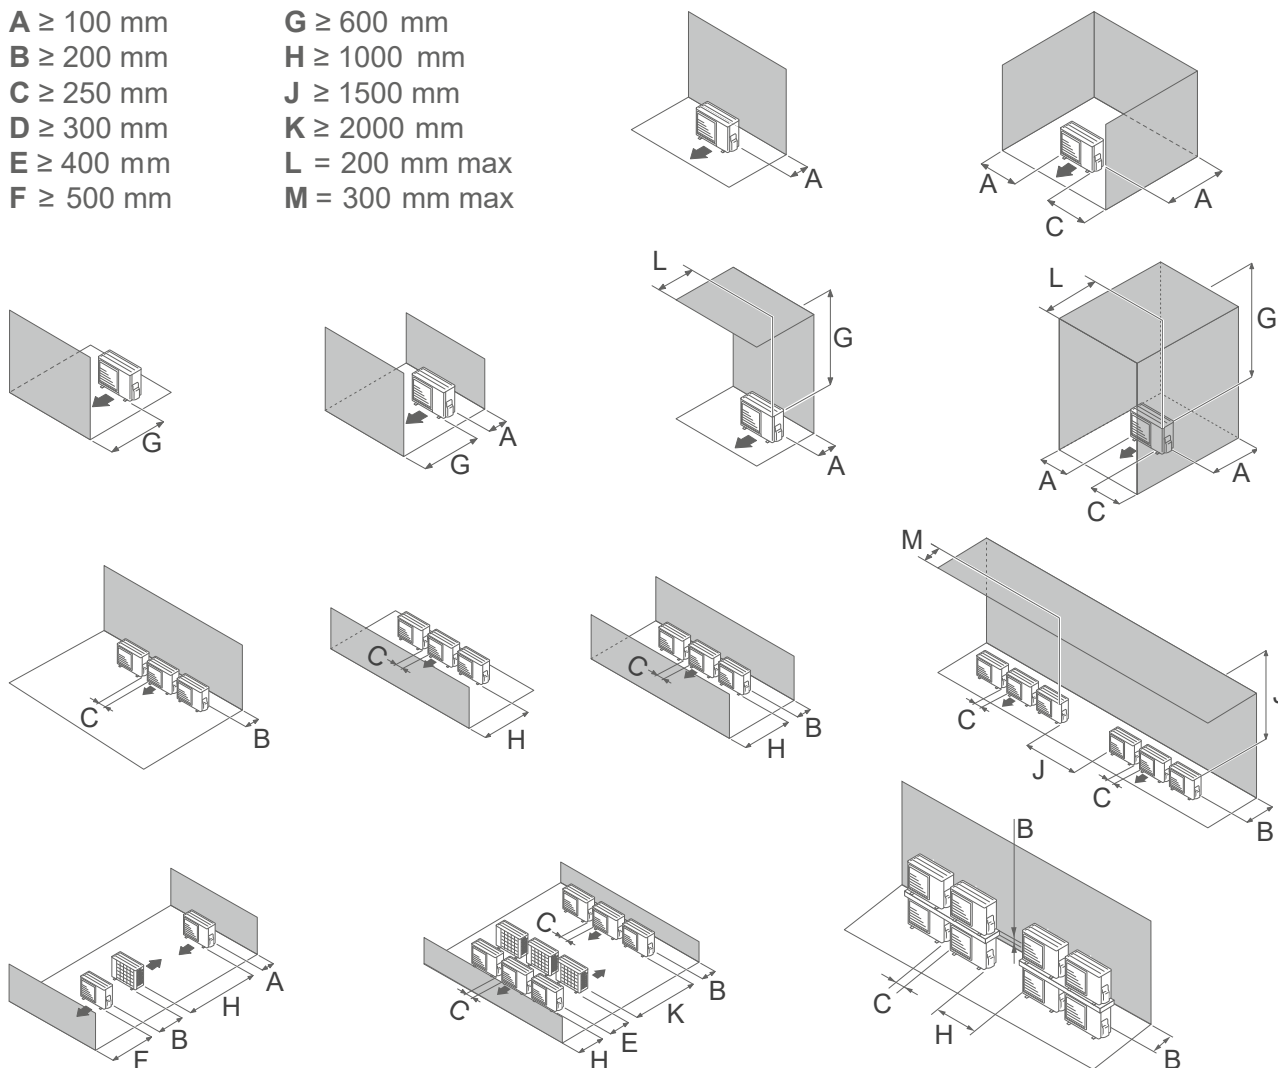
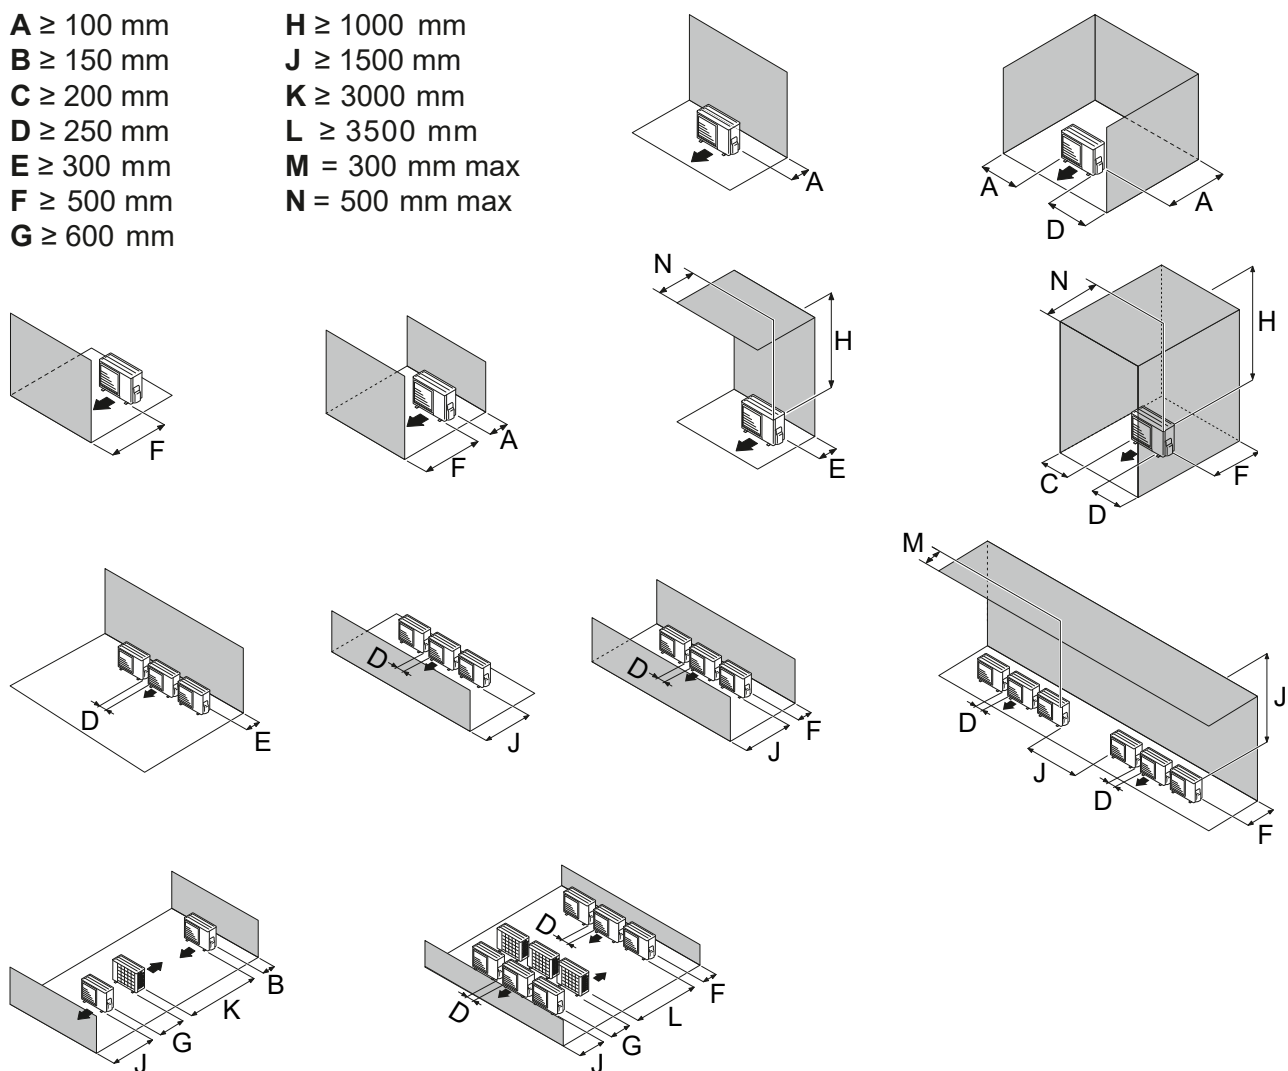

fig. 16 - Minimale installatieruimte rond de buitenunit (model 3, 5, 6 en 8)
fig. 17 - Minimale installatieruimte rond de buitenunit (model 10)
- De unit moet perfect bereikbaar zijn voor de installatiewerken en de onderhoudswerken achteraf (fig. 16 en fig. 17, pagina 18).
- De luchtcirculatie door de verdamper en aan de uitgang van de ventilator mag niet belemmerd worden door hindernissen (fig. 16 en fig. 17, pagina 18).